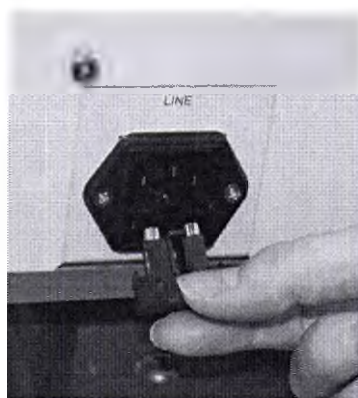

Рисунок 4.1 – Снятие предохранителя.
- 3) Снимите предохранитель при помощи отвертки или аналогичного инструмента. (см. рисунок 4.1)